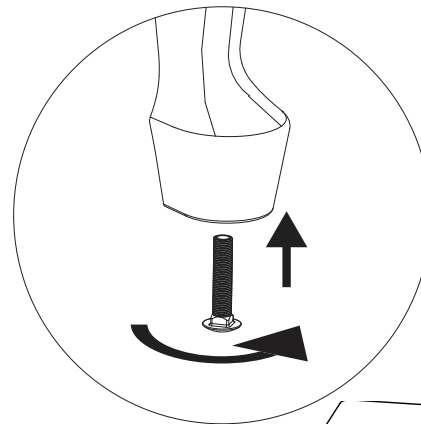

Figure 19.3
7. Utilisez les boulons de mise à niveau des pieds pour stabiliser et mettre le poêle à niveau (**Figure 19.3**).